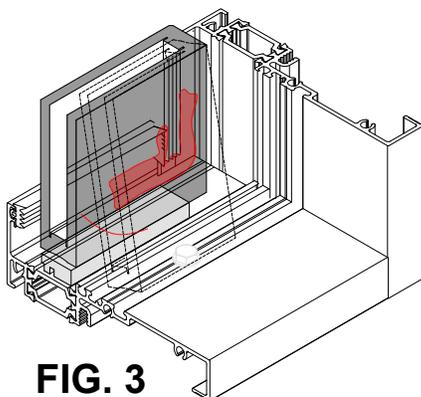

FIG. 3
- c. Poser la vitre sur les cales d'assise et la centrer dans le châssis. **Voir FIG. 3**